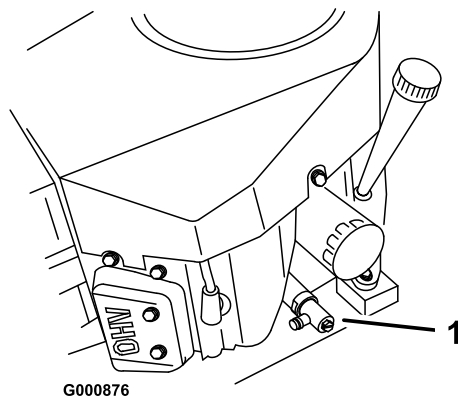

Figure 26
5. Branchez le flexible de vidange au robinet de vidange d'huile (Figure 26).
6. Placez un bac de vidange sous le flexible de vidange d'huile. Ouvrez le robinet de vidange avec un tournevis à lame plate, une clé de 10 mm (3/8 pouce) (Figure 26).
7. Tournez le robinet dans le sens anti-horaire pour l'ouvrir (Figure 26).
8. Quand toute l'huile s'est écoulée, refermez le robinet de vidange en le tournant dans le sens horaire (Figure 26).
10. Nettoyez la surface autour du bouchon de la jauge d'huile et dévissez le bouchon (Figure 26).
11. Versez avec précaution environ 80% de la quantité d'huile spécifiée dans le goulot de remplissage (Figure 26) (voir Vidange de l'huile moteur et remplacement du filtre à la section Entretien du moteur, page 24).